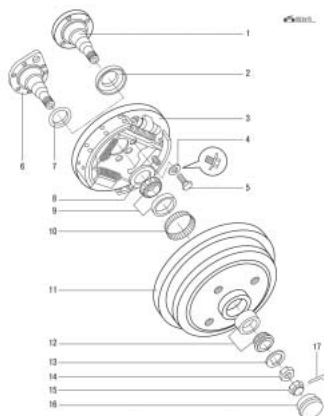

Рис. 6.15. Барабанный тормозной механизм:
- установите тормозной барабан 11 (рис. 6.15) на раскрытые тиски. Выбейте наружный подшипник с сальником;